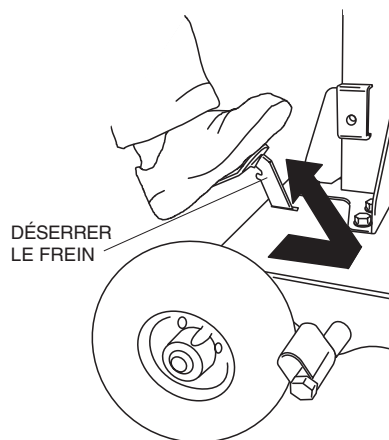

Figure 13. Desserrer le frein
1. Appuyer sur la pédale du frein, puis relâcher. Voir Figure 13. Cela désengagera le mécanisme de frein et permettra de déplacer le système GBC.